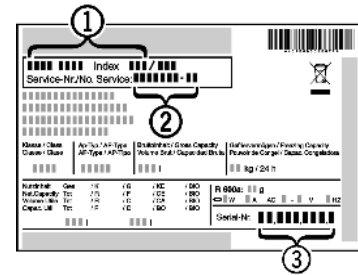

Fig. 41
- ▶ Считать обозначение устройства *Fig. 41 (1)*, сервисный номер *Fig. 41 (2)* и серийный номер *Fig. 41 (3)* с заводской таблички. Заводская табличка находится внутри устройства слева.